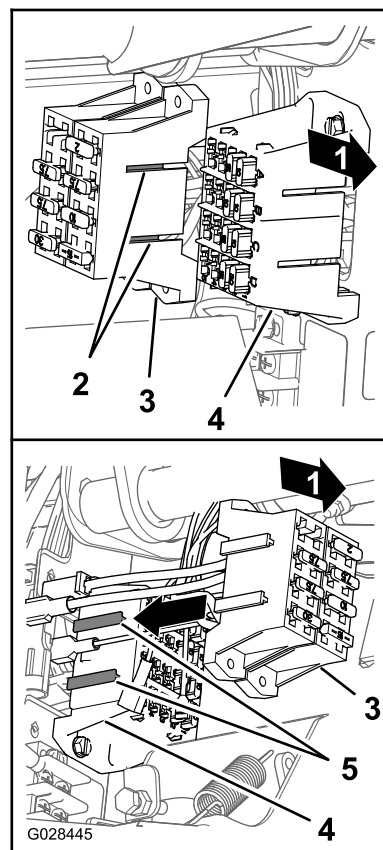

Figura 24
- Alinhe as uniões em T no bloco de fusíveis do pulverizador com as ranhuras em T do bloco de fusíveis da máquina e deslize o bloco de fusíveis do pulverizador para as ranhuras até que o bloco de fusíveis esteja totalmente encaixado (Figura 24).